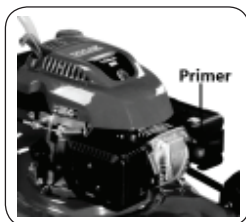

Рис. 13
**для ЗАПУСКА ДВИГАТЕЛЯ** (Рис. 13, 14 и 15).
1. При запуске холодного двигателя 3-5 раз нажмите кнопку прокачного насоса (primer, рис.13).